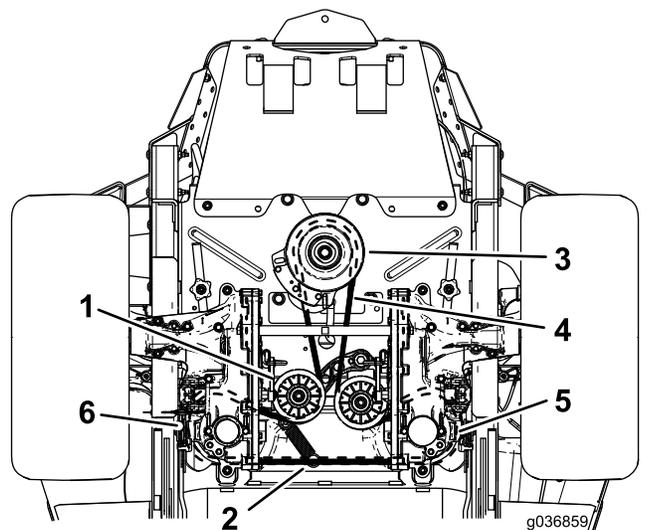

Рисунок 65
- Зніміть пружину натяжного валу з місця посадки (Рисунок 65).
- Встановіть новий ремень навколо шківа двигуна та 2 шківи гідралічного насоса (Рисунок 65).